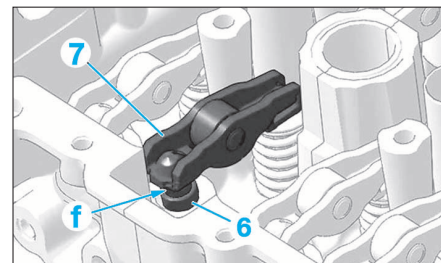

FIG. 87
- Poser une agrafe de maintien sur le poussoir, puis apposer le linguet (Fig.87).